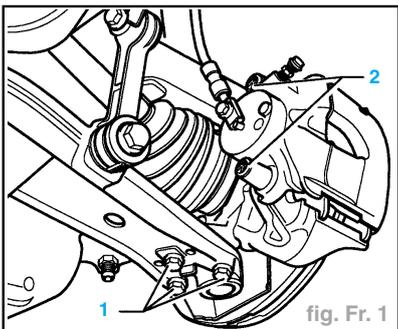

fig. Fr. 1
- Retirer les capuchons (2) (fig. Fr. 1).
- Installer les deux capuchons de protection (2) (fig. Fr. 1).